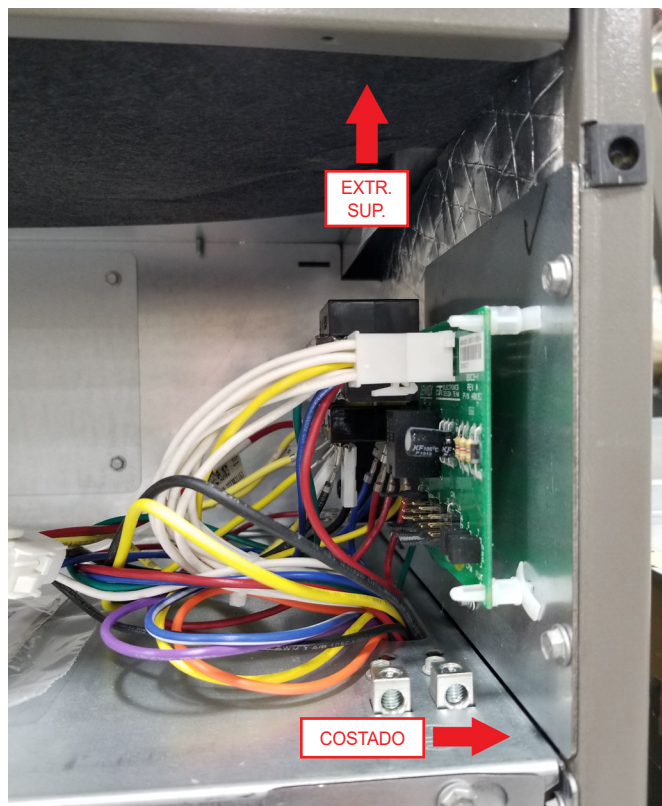

FIGURA 18. Conexiones eléctricas (configuración de flujo ascendente)
- 4 - Conecte las líneas de succión y de líquido al serpentín del evaporador. Proteja el gabinete y los componentes internos como se detalla en la FIGURA 18.